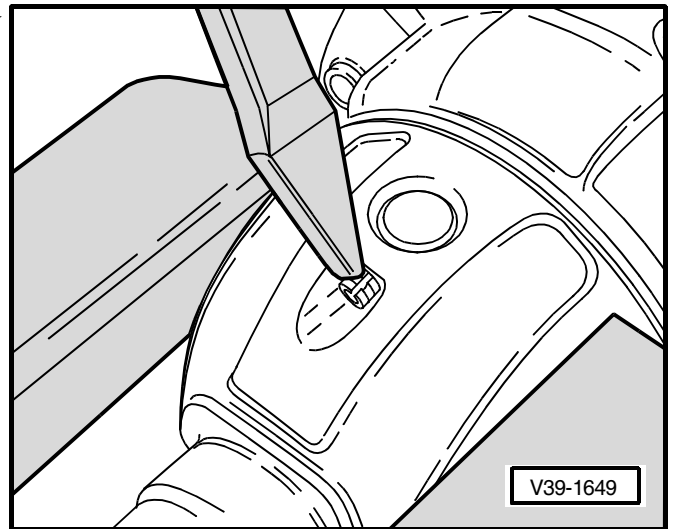

Fig. 8: Raccord de rondelle de butée avec profilés -A-
- Le carter du différentiel adapté au raccord de la rondelle de butée ⇒ Fig. 8 au **39-3** page 5
- sur quelques boîtes de vitesses le raccord de la rondelle de butée était équipé de profilés ⇒ Fig. 8 au **39-3** page 5